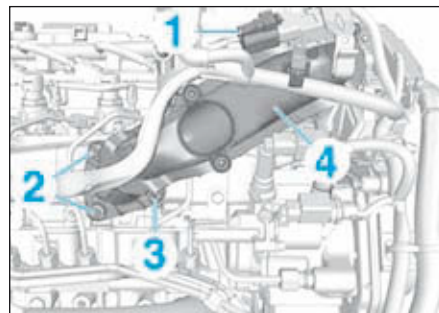

FIG.74
- Débrancher le connecteur (1) (Fig.74).
- les vis (2),
- le goujon (3),
- le tube de liaison d'admission d'air (4).